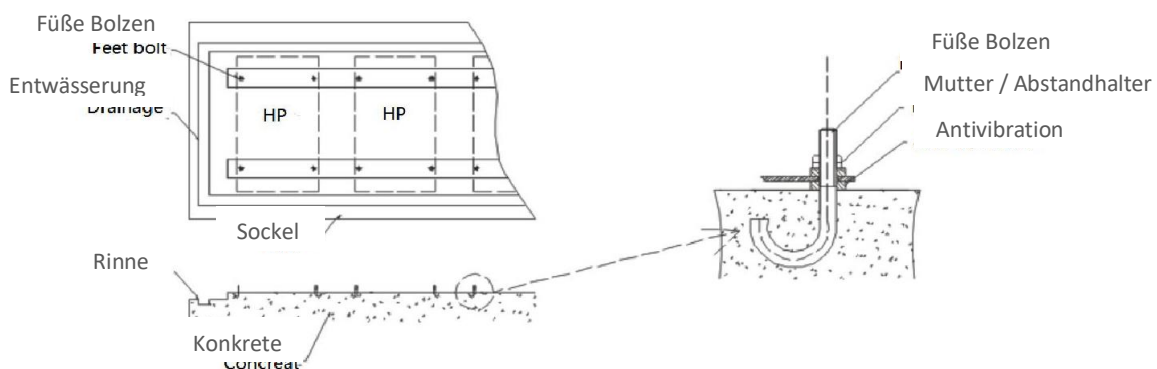
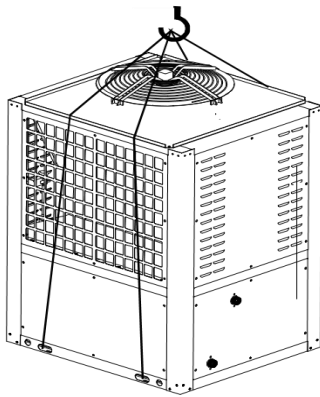

Abbildung 6. Schematische Darstellung des reservierten Fundaments
Abbildung 7: Schematische Darstellung der Entlüftung
- (1) Bitte verwenden Sie mehr als 4 weiche Hebegurte zum Anheben der Handhabungseinheit. (Siehe Abbildung 7)
- (2) Um Kratzer und Verformungen auf der Oberfläche der Einheit zu vermeiden, bringen Sie bitte während des Hebens und des Transports eine Schutzplatte auf der Oberfläche der Einheit an.
- (3) Vor dem endgültigen Anheben muss das Fundament noch einmal überprüft werden, um zu verhindern, dass es nicht mit dem tatsächlichen Objekt übereinstimmt.
- (4) Das Gerät hat eine Menge Kondenswasser. Bitte denken Sie daran, einen Stoßdämpfer zwischen der Entwässerungsrinne und dem Fundament um das Fundament herum zu installieren.
- ◆ Bei der Installation reservieren Sie für jedes Gerät das Fundament gemäß der folgenden Skizze. (Siehe Abbildung 6)
- ◆ Hängen Sie die Zu- und Abflussrohre während des Transports nicht ein, nur die Befestigungslöcher des Grundträgers können eingehängt werden. (Siehe Abbildung 7)